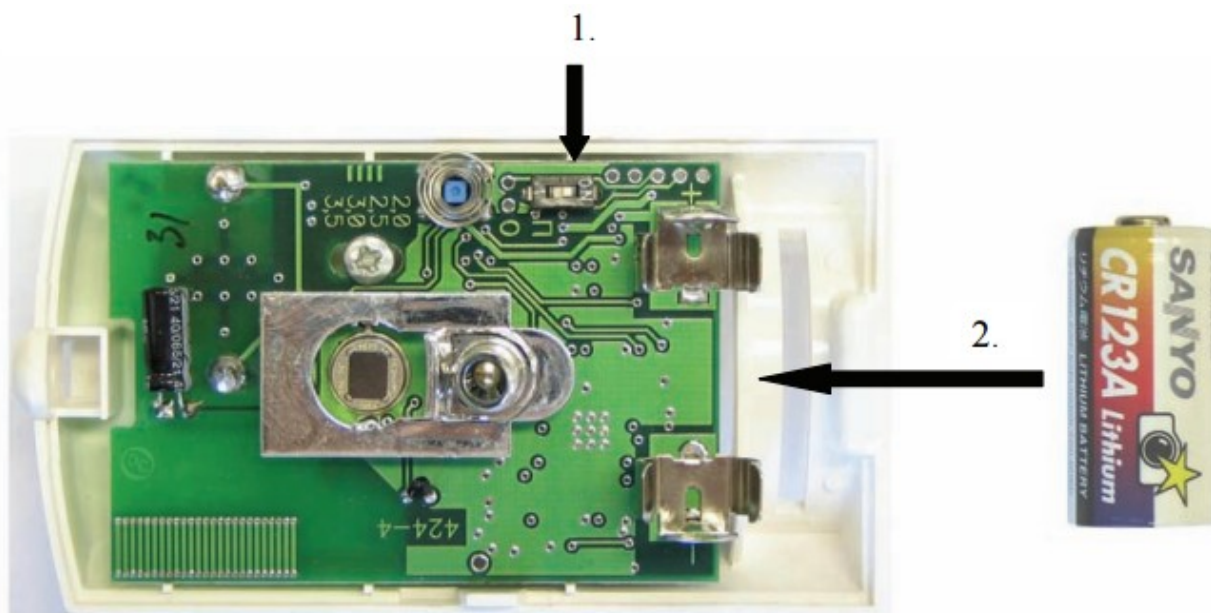

Рис. 3.4.
- б) Установите переключатель “П” на поверхности платы Икара-Р в положение “ON” (включите переключатель “П”) и затем установите батарею в держатель как показано на рис. 3.4.